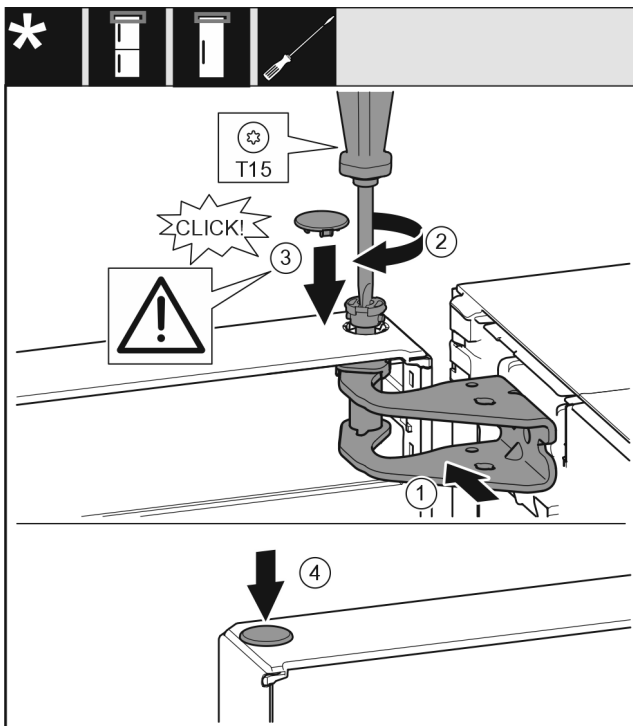

Fig. 21
- Rikta in dörren upptill så att den passar öppningen i lagerbocken. Fig. 21 (1)
- Sätt in stiftet Fig. 21 (2) och skruva fast med skruvmejseln.
- Montera säkringsskyddet Fig. 21 (3) som säkrar dörren: Sätt in säkringsskyddet och kontrollera att det ligger på dörren. Sätt annars in stiftet helt.
- Sätt in pluggen Fig. 21 (4).